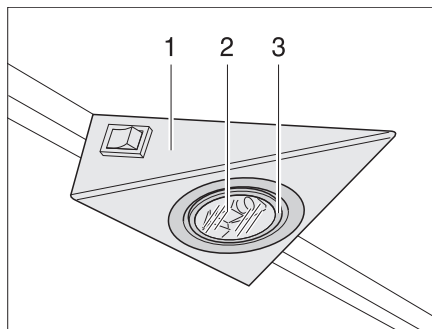
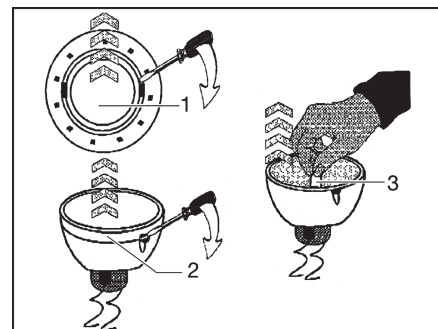

Fig. 167 Lámpara halógena empotrada
Fig. 168 Cambiar la bombilla halógena
La lámpara halógena empotrada está instalada hundida en una carcasa (Fig. 167,1).
- Soltar el anillo de cubierta interior (Fig. 167,3 ó Fig. 168,1) de la carcasa con una herramienta plana adecuada (p. ej. destornillador).
- Retirar el anillo de cubierta del vidrio (Fig. 167,2).
- Extraer la bombilla halógena (Fig. 168,2).